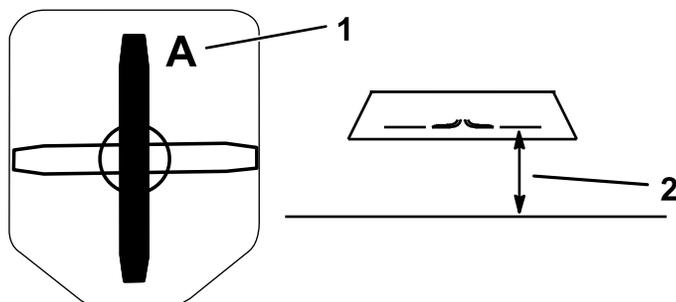

Рисунок 35
2. Измерьте расстояние от горизонтальной поверхности до режущей кромки ножа в положении А (Рисунок 35).